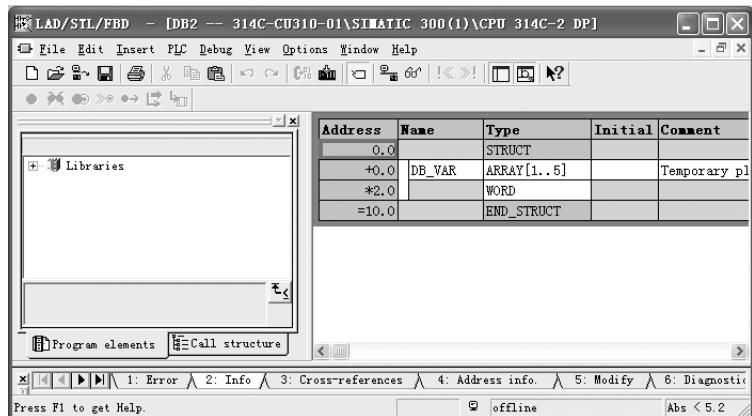

图 11-52 创建数组
② 在 DB2 中创建数组。打开数据块 DB2，并在 DB2 中创建数组 ARRAY[1..5]，如图 11-52 所示。用同样的方法创建数据块 DB1，并在 DB1 中创建数组 ARRAY[1..5]。